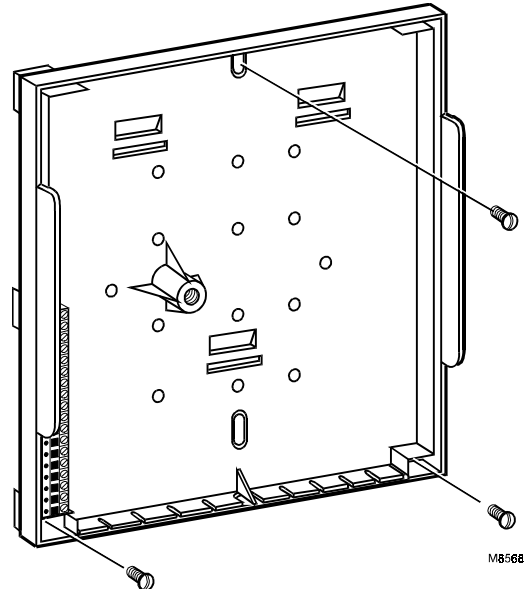

Fig. 7. Visser l'embase.
- ① Placer l'embase verticalement sur le plan de pose. A l'aide des trois trous de vis (deux dans les angles inférieurs et un en haut, au milieu), repérer la position des trois vis numéro 8 (4,0 mm). Cela fait, fixer l'embase avec les vis appropriées. Voir Fig. 7.